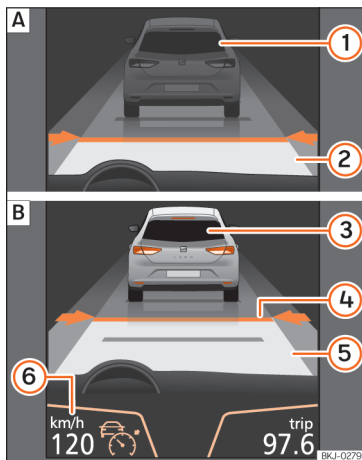
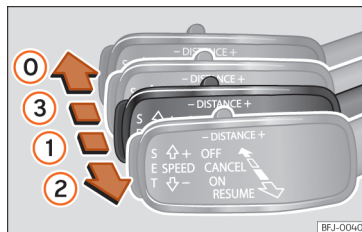
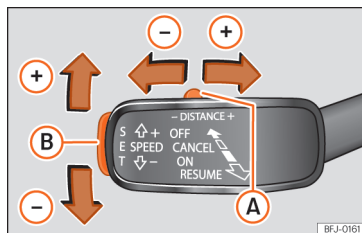

Fig. 244 Sul display del quadro strumenti: [A] ACC inattivo (Standby). [B] ACC attivo.
Fig. 246 A sinistra del piantone dello sterzo: terza leva per azionare l'ACC.
Fig. 247 A sinistra del piantone dello sterzo: terza leva per azionare l'ACC.
Indicazione sul display »» **fig. 244:**
»»» **fig. 244.**
- Per attivare l'ACC, spostare la terza leva in posizione **ON** » fig. 246 (1). A questo punto l'ACC non è attivo e non c'è la velocità programmata.
- Quindi, premere il tasto **SET** » fig. 247 (B) o spostare la leva nella posizione **RESUME**
» fig. 246 (2). In questo momento l'ACC è attivo, e la velocità e la distanza attuali sono programmate. L'immagine del quadro passerà in modalità *Attiva* » fig. 244 (B).
- Per impostare la velocità, spostare la terza leva verso l'alto (+) o verso il basso (-) alla velocità desiderata » fig. 244 (6). La velocità viene regolata secondo intervalli di 10 km/h (6 mph).
- Se si desidera aumentare la velocità a intervalli di 1 km/h (0,6 mph), spostare la leva nella posizione **RESUME** » fig. 246 (2) o per ridurre premere il tasto **SET** » fig. 247 (B).
- Per aumentare o diminuire il livello della distanza, spostare il tasto (A) a destra o a sinistra » fig. 247.
Sul display del quadro strumenti viene modificato il livello di distanza selezionato » fig. 244 (4). È possibile scegliere tra 5 livelli di distanza. SEAT raccomanda il livello 3. La
- Per disattivare l'ACC, spostare la leva in posizione **OFF** (fissa) » fig. 246 (0). In questo momento compare il testo **ACC disattivato** e la funzione è completamente disattivata.